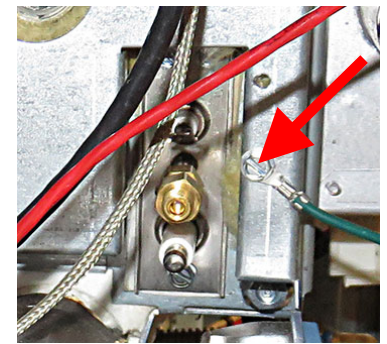

図 28
33. 必要に応じて、外側の絶縁リテーナーからアース線を外します(図28を参照)。